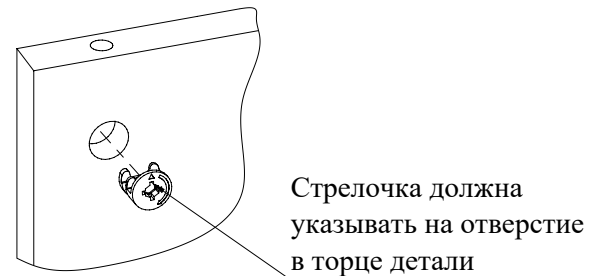

Рис.2
2. Вставьте головки минификсов в плоскостные отверстия деталей 1, 5 (Рис. 2).